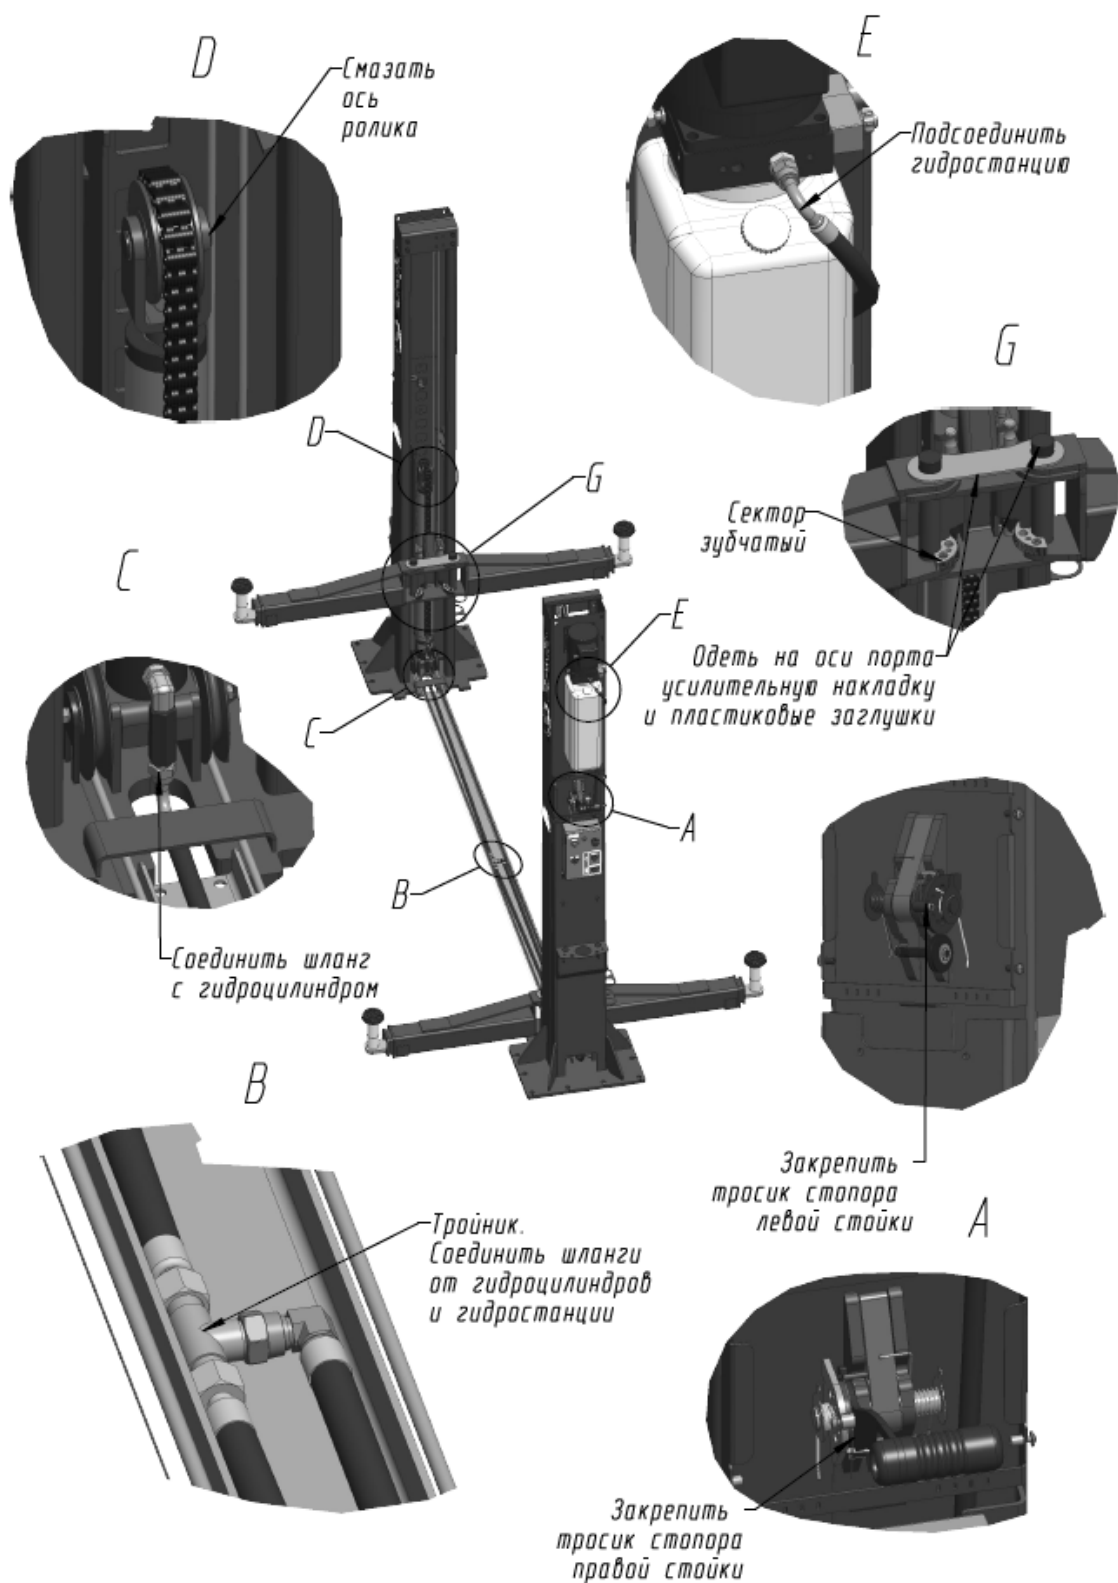

Рисунок 4 - Соединение рукавов высокого давления, точки смазки и крепление тросика стопорения.
6.5 Установить тросик системы стопорения (см. Рисунок 4). Для этого снять кожуха правой и левой стойки. Тросик системы стопорения зафиксировать на барабане правой стойки (см. Рисунок 4, вид А). Другой конец тросика протянуть к барабану левой стойки – вниз, затем горизонтально с использованием отклоняющих блоков и вверх (перед барабаном левой стойки закреплен еще один отклоняющий блок). Выбрать слаbinу тросика и зафиксировать его на барабане левой стойки.
6.12 Установить шайбы оси порта каретки 40,5х0,8. Затем установить подхваты на вваренные в каретки оси и зафиксировать, закрепив на нижней вилке подхвата зубчатые секторы. Убедиться, что подхваты опираются на шайбы оси. На оси портов кареток надеть усилительные накладки и заглушки оси порта каретки (пластик) (см. Рисунок 4). Эксплуатация подъемника без установки секторов и накладок не допускается.